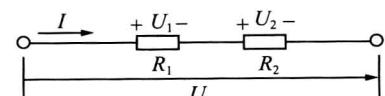

图 1-5 电阻的串联
(2) 电阻的连接。电阻的串联：在电路中，几个电阻依次首尾相接并且中间没有分支的连接方式称为电阻的串联，如图 1-5 所示。